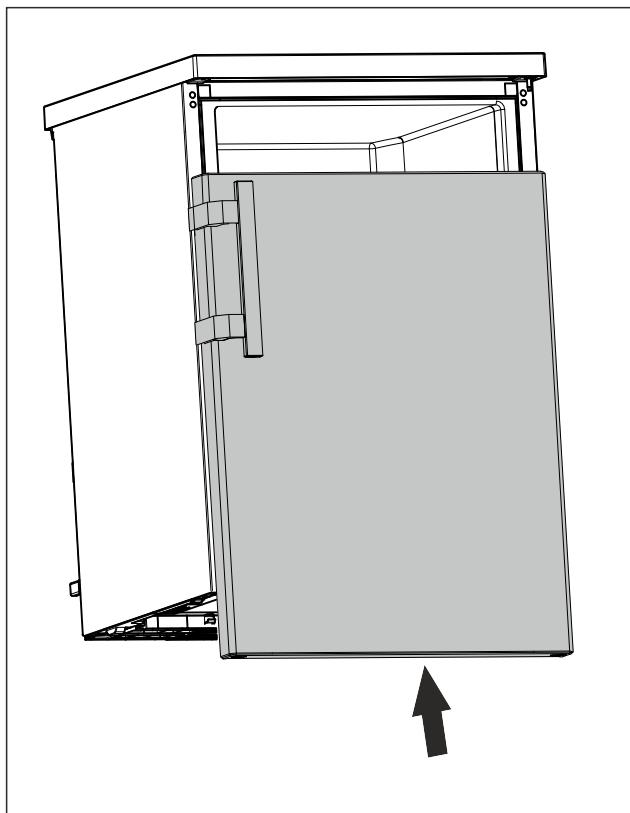

Fig. 15
- ▶ Плъзнете вратата върху горния болт, когато е затворена. (вж Fig. 15)